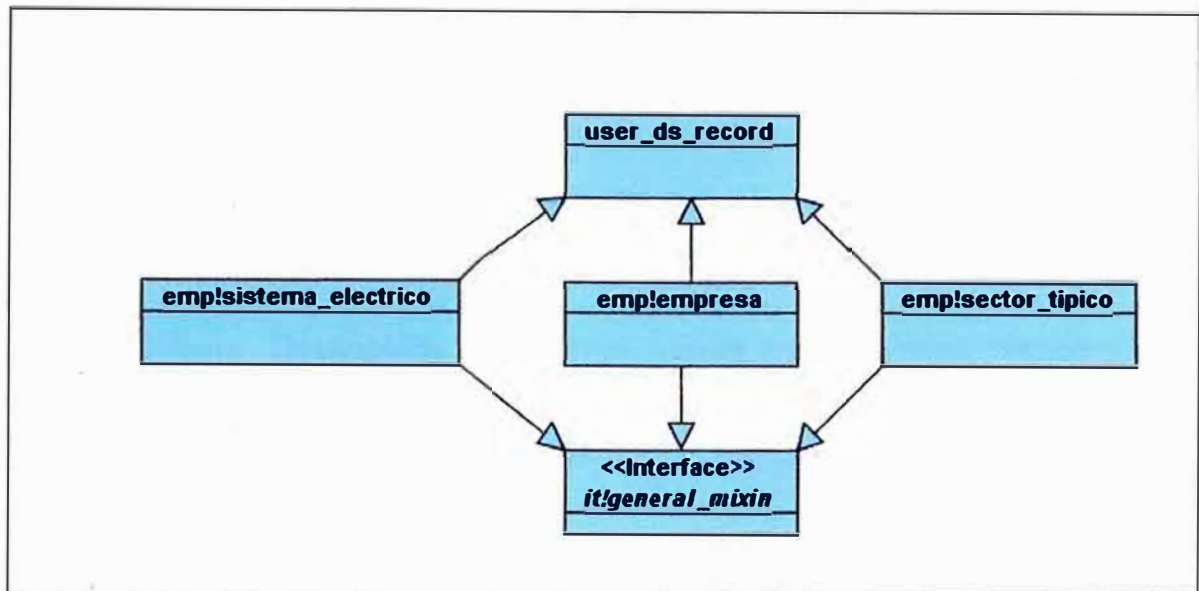

Figura 5.9 Clases de las Entidades Referidas a la Empresa
- Clases de las Entidades Referidas a la Empresa (figura 5.9)